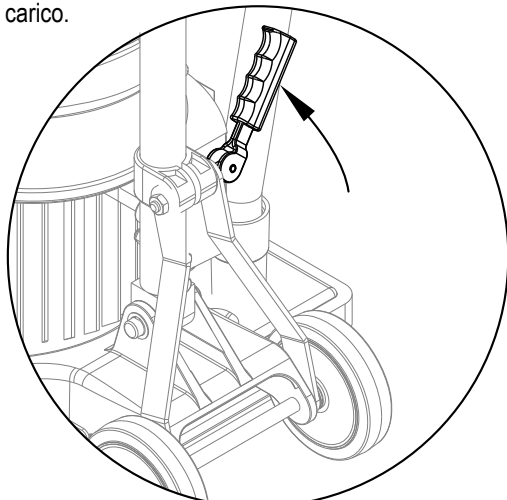

Figura 1
2. Sollevare e bloccare la maniglia in posizione verticale. Per bloccare l'impugnatura, tirare verso l'alto la leva di sgancio/compressione dell'impugnatura, come mostra la Figura 1.